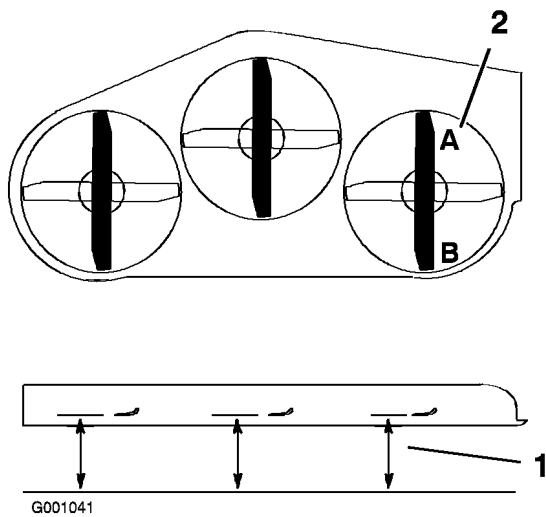

Figure 69
1. Tournez la lame droite dans le sens longitudinal (Figure 69).
2. Mesurez la distance au point **A** entre la surface plane et le tranchant de la pointe de la lame droite (Figure 69).
4. Mesurez la distance au point **B** entre la surface plane et le tranchant de la pointe de la lame droite (Figure 69).
6. La lame doit être plus basse de **6 à 10 mm (1/4 à 3/8 po) au point A qu'au point B** (Figure 69). Si ce n'est pas le cas, passez aux étapes suivantes.